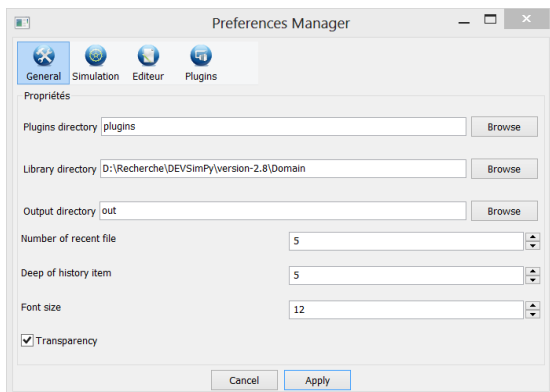

FIGURE 28 : PRÉFÉRENCES GÉNÉRALES.
Le menu *Outils/Préférences* permet d'accéder au gestionnaire de préférences (Figure 28) proposant quatre sous-menus :
- **volet Général** (Figure 28): ce menu concerne les préférences générales comme le chemin absolu du répertoire des bibliothèques, le chemin absolu du répertoire des plugins, le nom du répertoire qui stocke les éventuels fichiers de sortie de certains modèles atomiques, le nombre de fichiers récemment ouverts, la taille de l'historique des actions réalisées dans DEVSImPy, la taille de la police de l'interface, l'activation de la transparence des fenêtres. Cette dernière option dépend de l'OS qui accueille DEVSImPy. Si l'OS le permet, lorsque une fenêtre d'un modèle couplé est déplacée, elle devient transparente pour visualiser ce qu'elle cache. Cette fonctionnalité peut s'avérer être utile lorsque plusieurs fenêtres de modèles couplés sont ouvertes ;